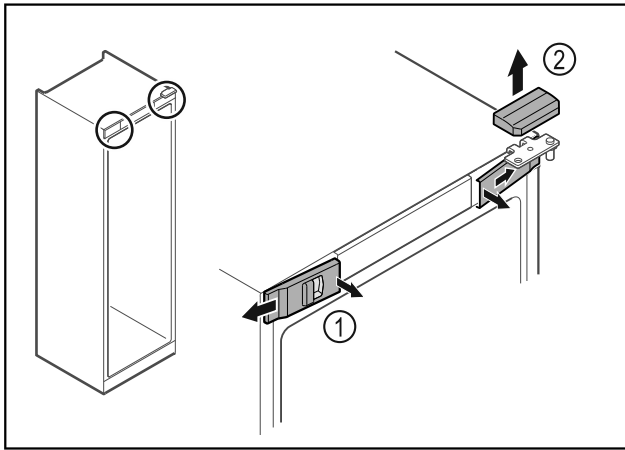

Fig. 15
- ▶ Vordere Abdeckungen Fig. 15 (1) innen ausrasten und zur Seite abnehmen.
- ▶ Obere Abdeckung Fig. 15 (2) nach oben abnehmen.